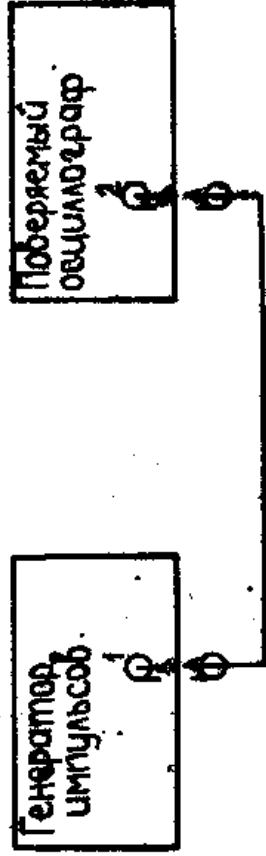

Рис. 17. 1
14.3.3.1. а) Ширину линии луча в вертикальном направлении определяют методом косвенного измерения при помощи генератора импульсов Г5-75 (рис. 17).